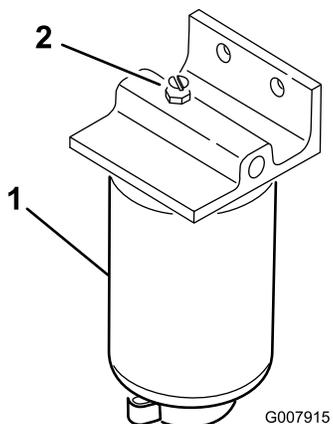

Figure 35
- Ouvrez le bouchon d'aération sur le filtre à carburant/séparateur d'eau (Figure 35).